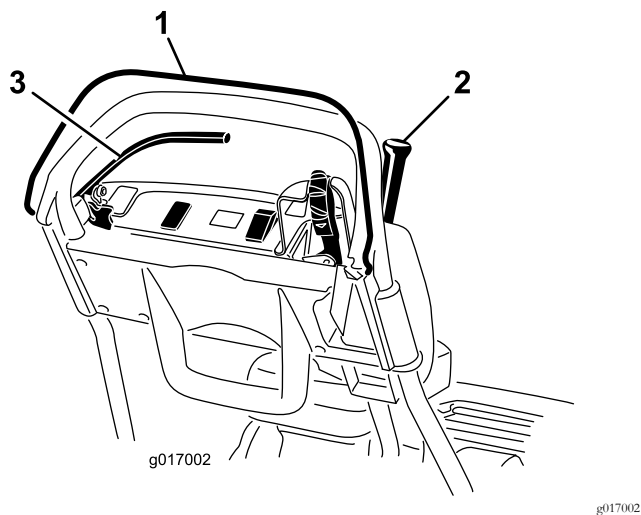

図 36
2. OPC を解除した状態で、走行レバーを入れる 図 36。レバーが入らなければ正常。走行レバーが入るのはインタロックシステムの異常であるから修理する。必ず修理してから使用すること。
3. OPC を押し、走行レバーを入れた状態から OPC を解除する 図 36。走行レバーが外れれば正常。走行レバーが外れないのはインタロックシステムの異常であるから修理する。必ず修理してから使用すること。
4. OPC を押し、シフトレバーを左に入れた状態から走行・リール回転にセットし、OPC を解除する 図 36。走行レバーが外れれば正常。走行レバーが外れないのはインタロックシステムの異常であるから修理する。必ず修理してから使用すること 走行インタロックスイッチの整備 (ページ 35) を参照。